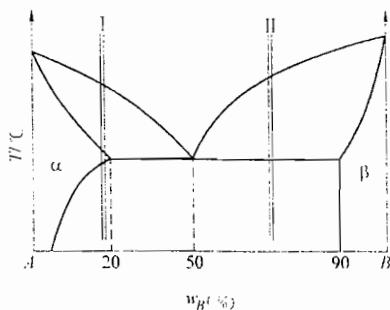

图 28-2 第三题第 2 小题图
2. 请根据图 28-2 所示二元共晶相图分析解答下列问题：